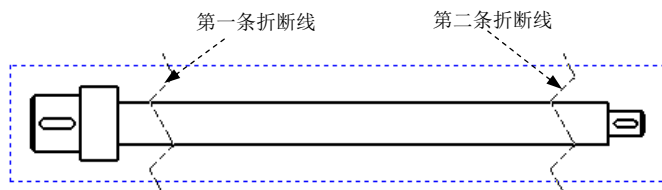

图 6.3.31 选择断裂视图和放置折断线
Step3. 选取图 6.3.31 所示的视图为要断裂的视图。
Step4. 放置第一条折断线, 如图 6.3.31 所示。
Step5. 放置第二条折断线, 如图 6.3.31 所示。